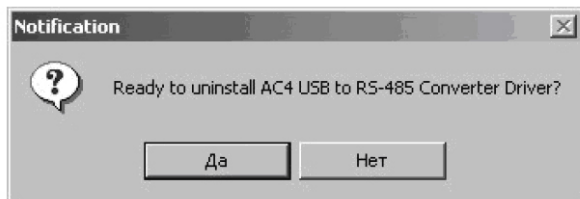

Рисунок 7.6 – Экранная форма подтверждения удаления драйвера
- подтвердить удаление, нажав кнопку «Да» в появившейся форме (рисунок 7.6);